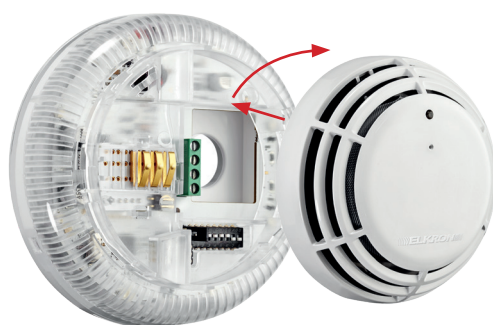

Fig. 2
- ✓ Accrocher le détecteur à la base en tournant dans le sens de la flèche (Fig. 2)